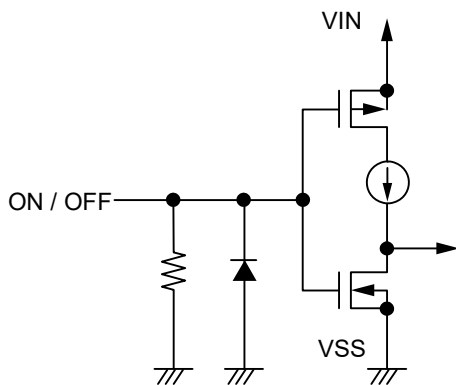
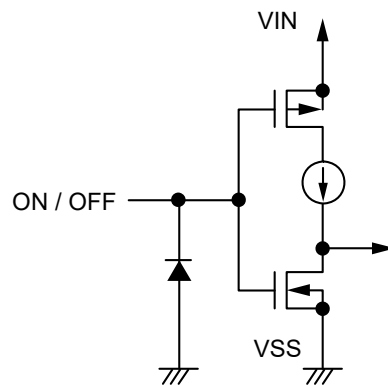

図27 S-1335シリーズA / C / E / G / J / Lタイプ
図28 S-1335シリーズB / D / F / H / K / Mタイプ
ON / OFF端子は図27、図28の構造になっています。
*1. ON / OFF端子をVIN端子に接続した状態で動作させたときのS-1335シリーズA / C / E / G / J / Lタイプの消費電流は、2.2 MΩ typ.プルダウン抵抗に流れ込む電流分だけ多く流れますので注意してください (図27参照)。